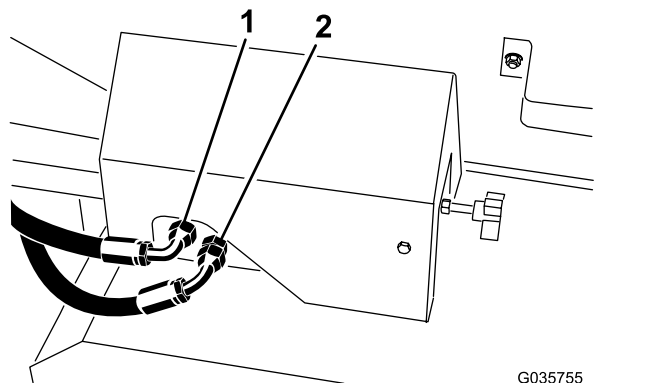

Figura 21
2. Retire os tampões e coloque as tubagens anteriormente retiradas da parte da frente do bloco do coletor (Figura 21).